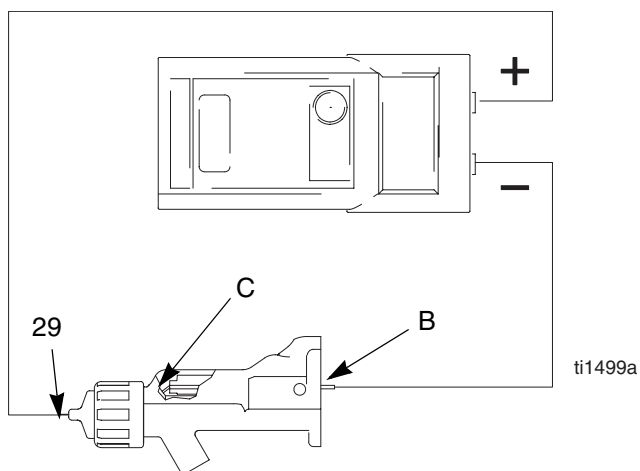

Fig. 19. Contrôle de la résistance de l'électrode
2. Introduire une tige conductrice (B) dans le canon du pistolet (démonté pour le test du générateur électrique) et l'appliquer contre le contact métallique (C) à l'avant du canon.
3. Mesurer la résistance entre la tige conductrice (B) et l'électrode (29). La résistance doit être comprise entre 20 et 30 mégohms. Voir FIG. 19.